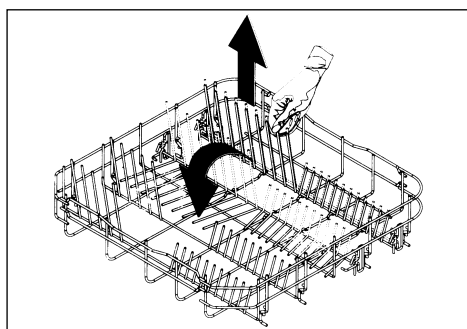

fig. 12
- Les égouttoirs peuvent être repliés (voir fig. 12) selon le modèle.